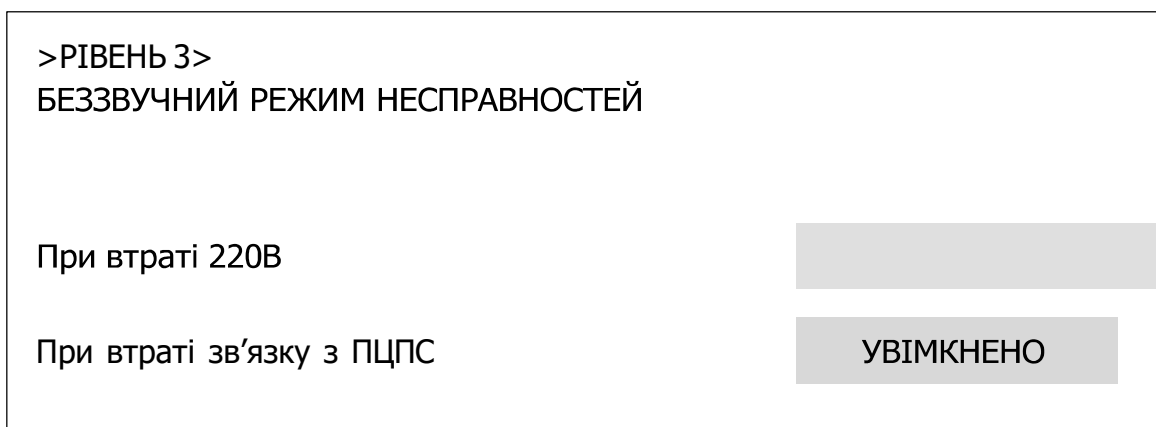

Рисунок 10.14.1 – Вікно налаштувань беззвучного режиму
10.14.1 У вікні показаному на рис. 10.14.1, можна налаштувати постійне вимкнення ЗІ у випадку несправності основного живлення і/або несправності зв'язку з ПЦПС.